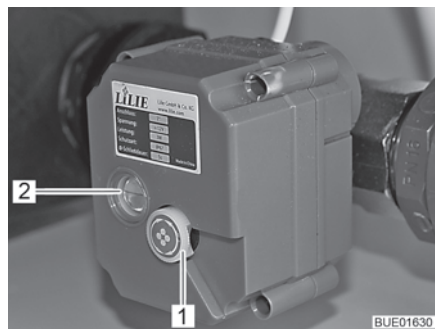

Fig. 170 Robinet de vidange à commande électrique
Une ligne rouge dans le regard (Fig. 170,2) du robinet de vidange à commande électrique indique la position du robinet :
- Tirer la molette (Fig. 170,1) du robinet de vidange à commande électrique vers l'extérieur et la faire tourner (peu importe le sens de rotation).